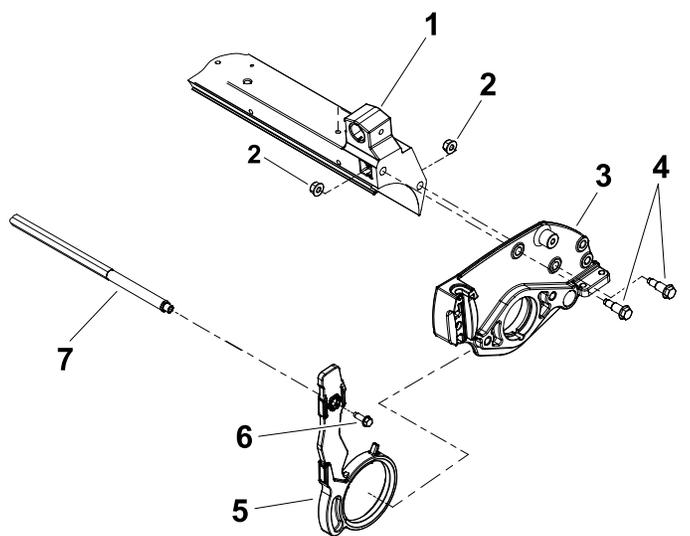

图 11
6. 卸下将交联固定到旋转臂的垫圈头螺丝取下交联图 11。
8. 拆下将侧板固定到滚刀组横梁上的轴肩螺栓和凸缘螺母图 11。
9. 从滚刀轴、滚筒、底刀架和滚刀组横梁上拆下侧板图 11。
10. 从侧板上卸下现有旋转臂图 11。